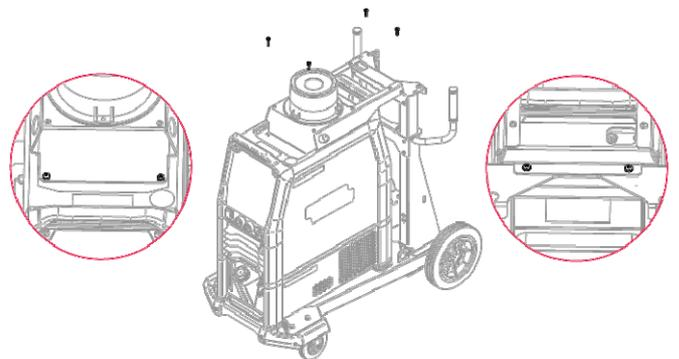

Figura 6
- Montagem final — o refrigerador deve de ser montado no Speedtec com os parafusos M6x16 (Figura 6).